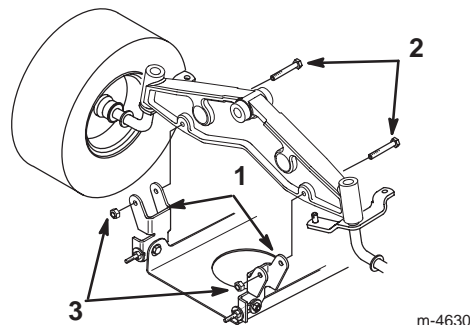

Figure 42
9. Fixez les supports de pivots du plateau de coupe à l'essieu avant à l'aide des boulons et des contre-écrous (Fig. 42).